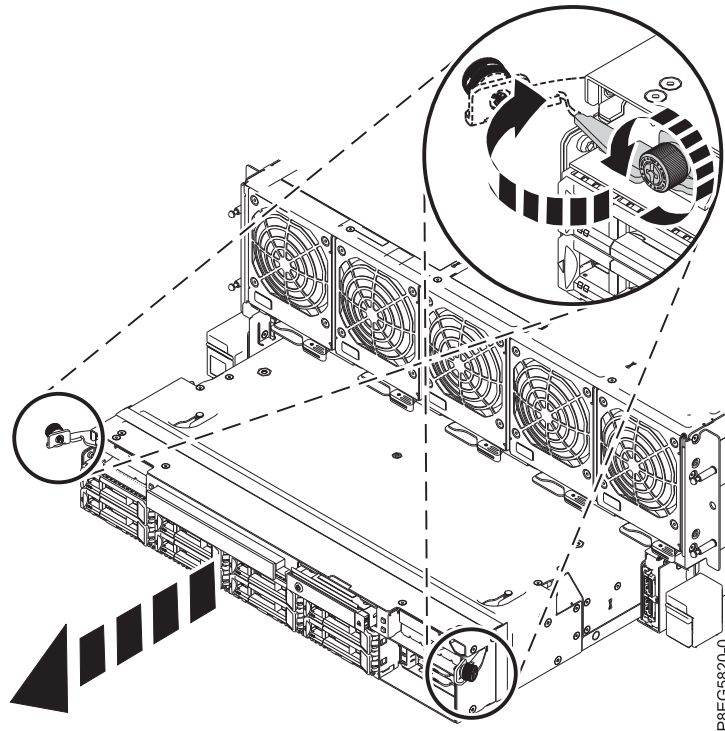

Abbildung 9. RAID-Baugruppe aus dem System ausbauen
2. Drehen Sie die Rändelschrauben an der RAID-Baugruppe, um sie zu lösen, wie in Abb. 9 auf Seite 10 gezeigt.